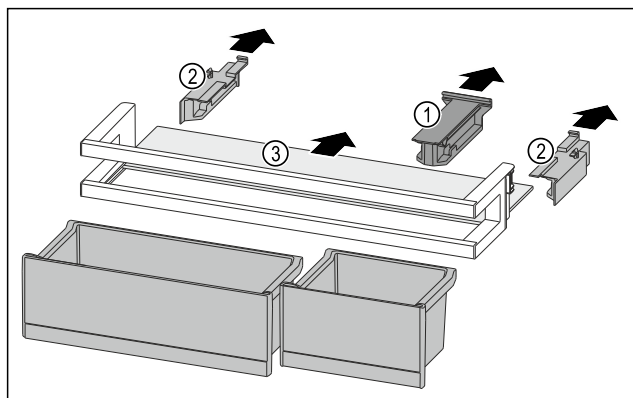

Fig. 258
- Hiqni pjesën mbajtëse Fig. 258 (1).
- Hiqni pjesët anësore Fig. 258 (2).
- Hiqni raftin mbajtës Fig. 258 (3).